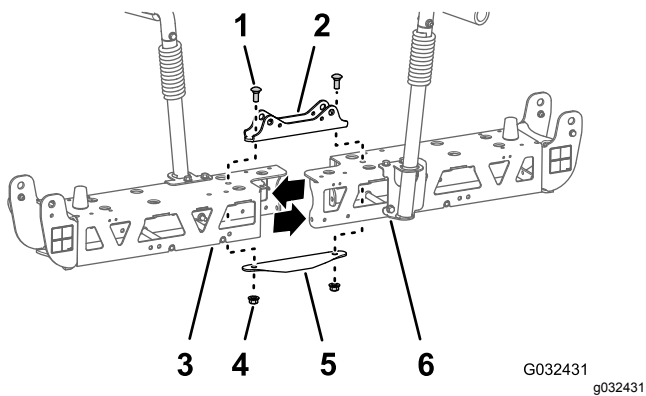

図 75
- 幅狭のシリンダマウント、左右のトラスフレーム、幅狭のタイプレート固定しているキャリッジボルト1/2 x 1-1/4 インチ 2本とロックナット1/2 インチ 2個を取り外す 図 75。